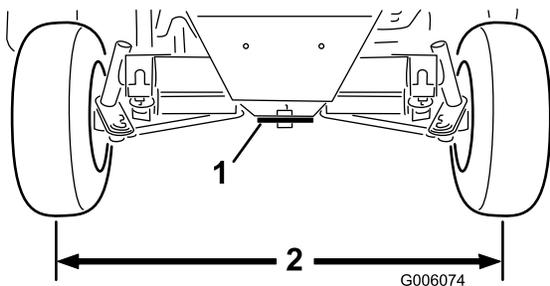

図 64
2. 右タイヤの中心線からと左タイヤの中心線までの距離が、タイヤの前後で等しくなるように、タイロッドを回して調整する (図 64)。